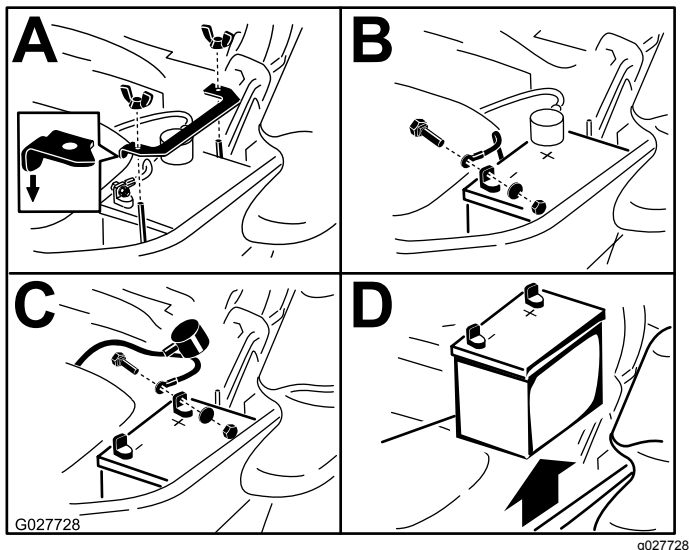

Figura 70
3. Retire la batería según se muestra en la Figura 70.
Nota: Coloque la batería en la bandeja, con los bornes frente al depósito de aceite hidráulico (Figura 70).